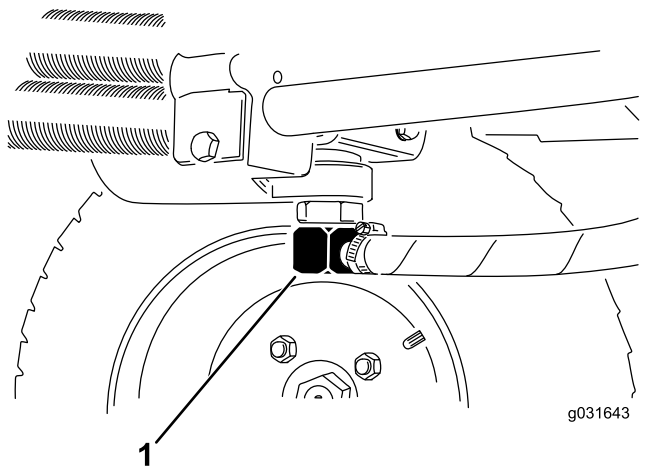

図 66
2. 油圧ラインの接続部または油圧フィルタを外し、流れ出すオイルを容器に受ける 図 65 と 図 66。
3. オイルが全部流れ出たらラインを元通りに接続する 図 66。